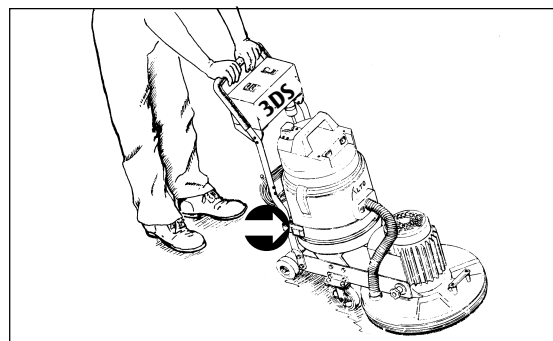

Figura 9
7. Montare il gruppo di aspirazione sulle apposite fascette, verificando che la parte centrale inferiore sia allineata al foro da 2". **NOTA:** verificare che l'apertura del tubo di aspirazione sia rivolta verso il motore della sabbiatrice. Collegare la fascetta del gruppo di aspirazione alla base del gruppo. Vedere la Figura 9.